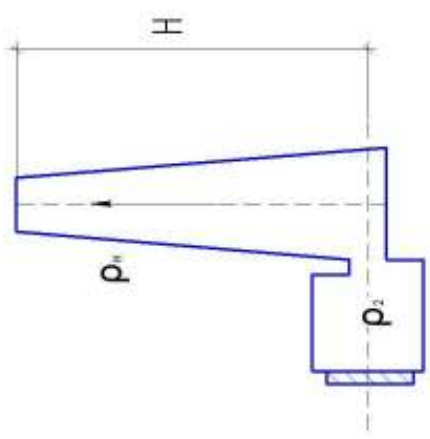

Рис. 2
8. Определить тягу Δp через дымовую трубу высотой $H=60$ м (рис.2). Плотность дымовых газов $\rho_2 = 0,6$ кг/м³, а температура наружного воздуха $t_{\text{н}} = 10^\circ\text{C}$.